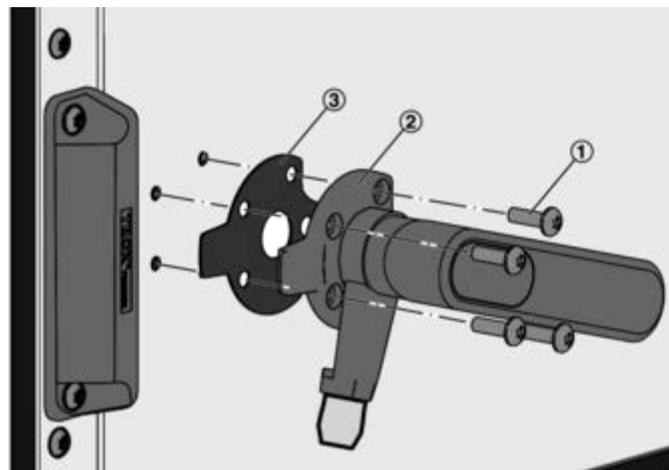

Abb. 43: Anpressdruck der Revisions-tür einstellen
8. ▶ Schrauben (Abb. 43 /1) der Verriegelung (Abb. 43 /2) lösen und die Ausgleichplatte (Abb. 43 /3) einlegen. In umgekehrter Reihen-folge wieder montieren und Schrauben festziehen.